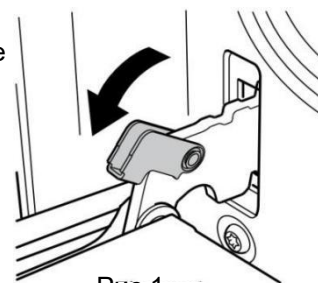

Рис.1
1. Откройте дверь на максимальный угол и потяните замок назад к петле двери (рис. 1) . Есть два замка с обеих сторон дверцы духовки.